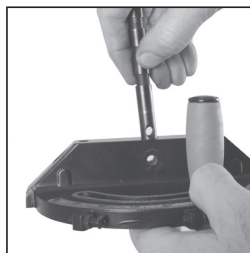

Fig. 7
- Zorg ervoor dat het gat in de pal zich op dezelfde hoogte bevindt als het gat in het verticale front van de verstekgeleider. **(Fig. 7)**